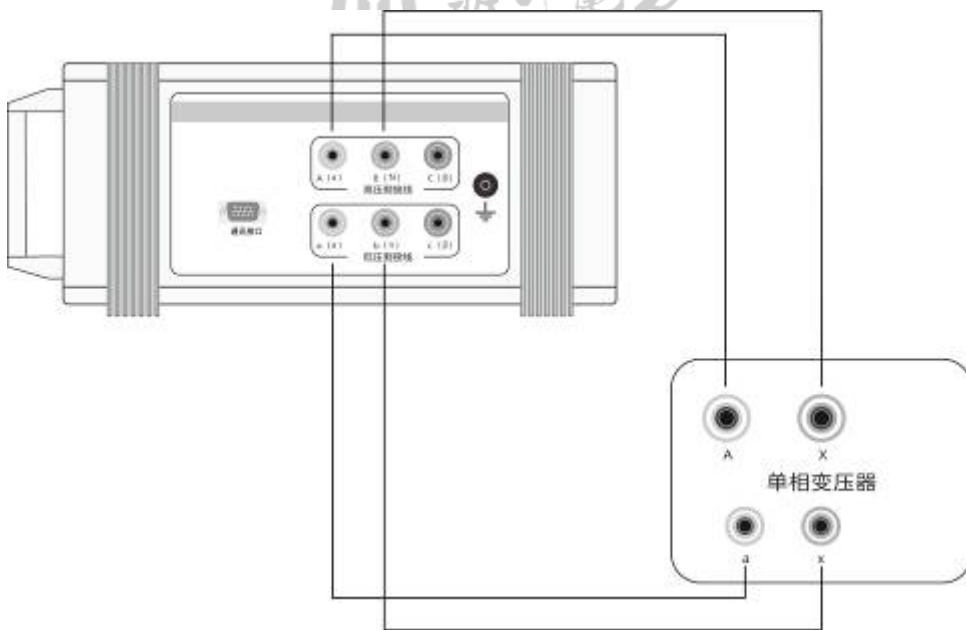

图 4
测试单相变压器时应将变压器的高压绕组 (A、X) 接仪器 (A (α)、B (N))，低压绕组 (a、x) 接仪器 (a (α)、b (n))。接线如图 4 所示。